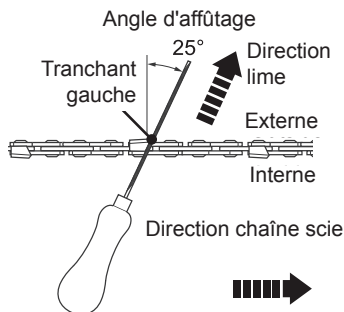

Fig. 49
- > Utiliser la lime ronde fournie (33), d'un diamètre d'1,1 fois la profondeur de la dent de coupe. Vérifier que 20 % du diamètre de la lime se trouve au-dessus du tranchant supérieur.
- > Limer perpendiculairement à la barre et à un angle de 25° de la direction de fonctionnement (Fig. 49).